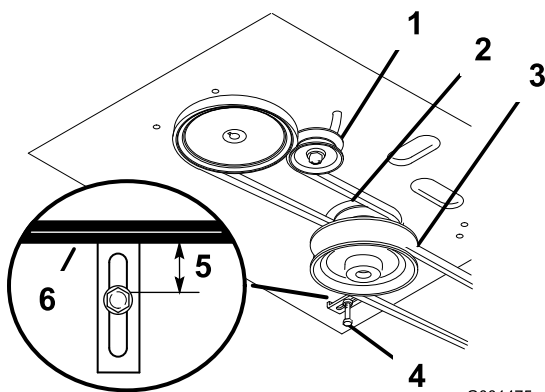

Figure 43
8. Vérifiez le bon réglage du guide-courroie sous le bâti du moteur (Figure 43).
Remarque: Le guide-courroie et la courroie du tablier de coupe doivent être espacés de 19 mm ($\frac{3}{4}$ po) quand la courroie est engagée (Figure 43). Réglez la courroie du tablier de coupe au besoin. La courroie désengagée ne doit pas traîner ni tomber de la poulie quand les guides et la tension de la courroie sont réglés correctement.